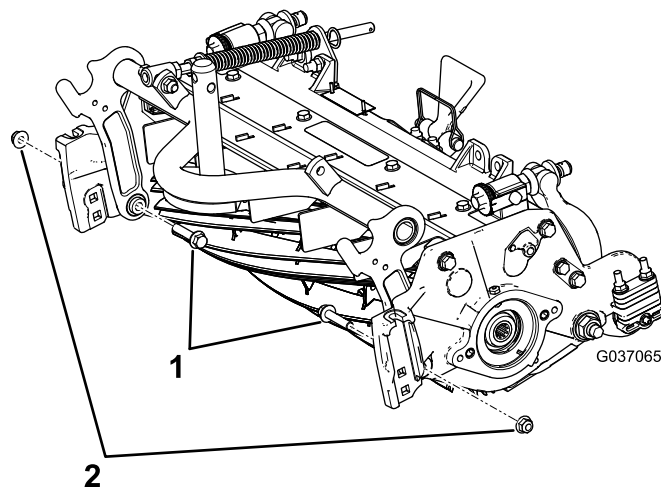

Рисунок 6
B. Установите 2 имеющихся болта с фланцевыми головками с внутренней стороны режущего блока и закрепите их фланцевыми контргайками  $\frac{3}{8}$  дюйма (Рисунок 6).